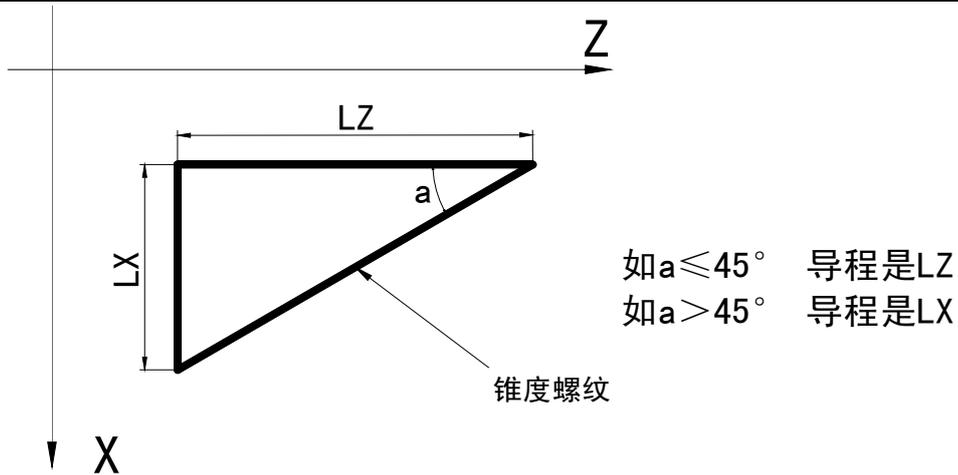

图3.24 长轴及短轴的判断
- (1) 如果程序中无指定Q，默认为起始角0度；
- (2) 对于连续螺纹切削，除第一段的Q有效外，后面螺纹切削段指定的Q无效，即使定义了Q也被忽略；
- (3) 由起始角定义分度形成的多头螺纹总头数不超过65535；
- (4) Q的单位为0.001度，若与主轴一转信号偏移180度，程序中需输入Q180000，如果输入的为Q180或Q180.0，均认为是0.18度；
- (5) 长轴及短轴的判断如图3.24所示。